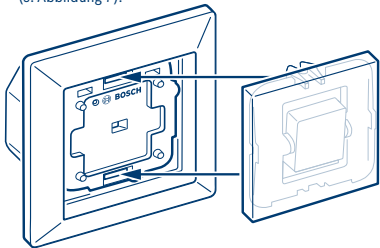

Abbildung 7
- ▶ Montieren Sie anschließend diese Einheit zusammen mit dem Rahmen auf der Lichtsteuerung. Setzen Sie die beiden Rastnasen in die vorhandenen Langlöcher (s. Abbildung 7).